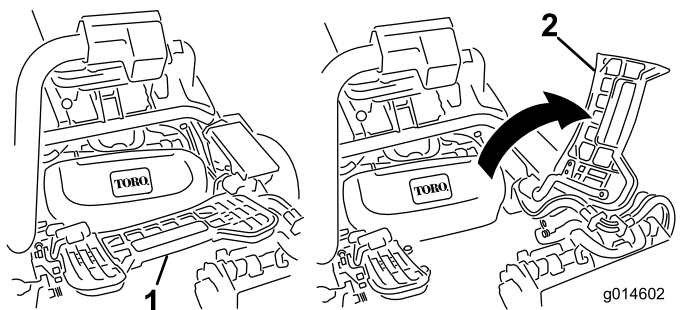

Figura 52
1. Levante o apoio de pé e incline-o para aberto, permitindo o acesso à posição da unidade de corte central (Figura 52).